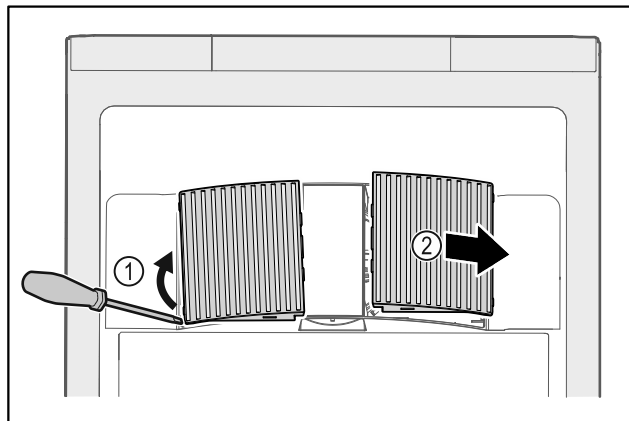

Fig. 171
- ▶ Oprezno podignite ventilatorske pokrove sa strane Fig. 171 (1) i skinite ih prema naprijed Fig. 171 (2).